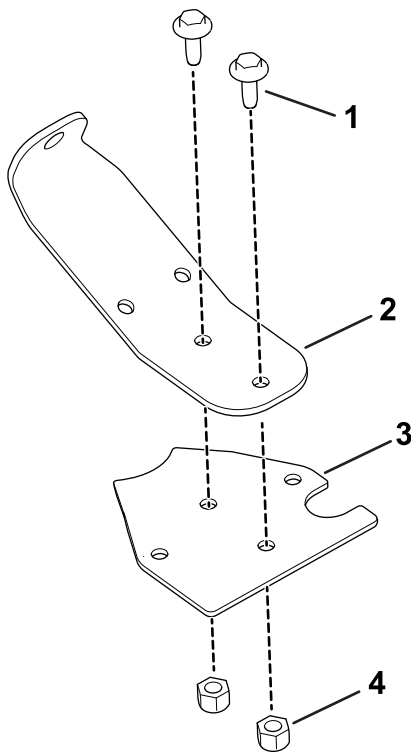

Bild 30
2. Befestigen Sie die Ventilbefestigung mit zwei Bundbolzen ($\frac{1}{4}$ "-20 x $\frac{5}{8}$ ") und zwei Bundmuttern ($\frac{1}{4}$ ") am Kabelbaumunterteil (Bild 30).